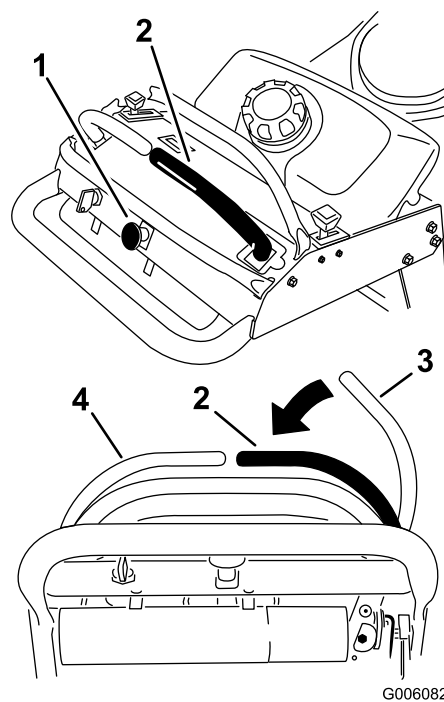

Figure 9
- Pour engager les lames du tablier de coupe, placez le levier de commande de déplacement droit au centre, en position déverrouillée (Figure 9).